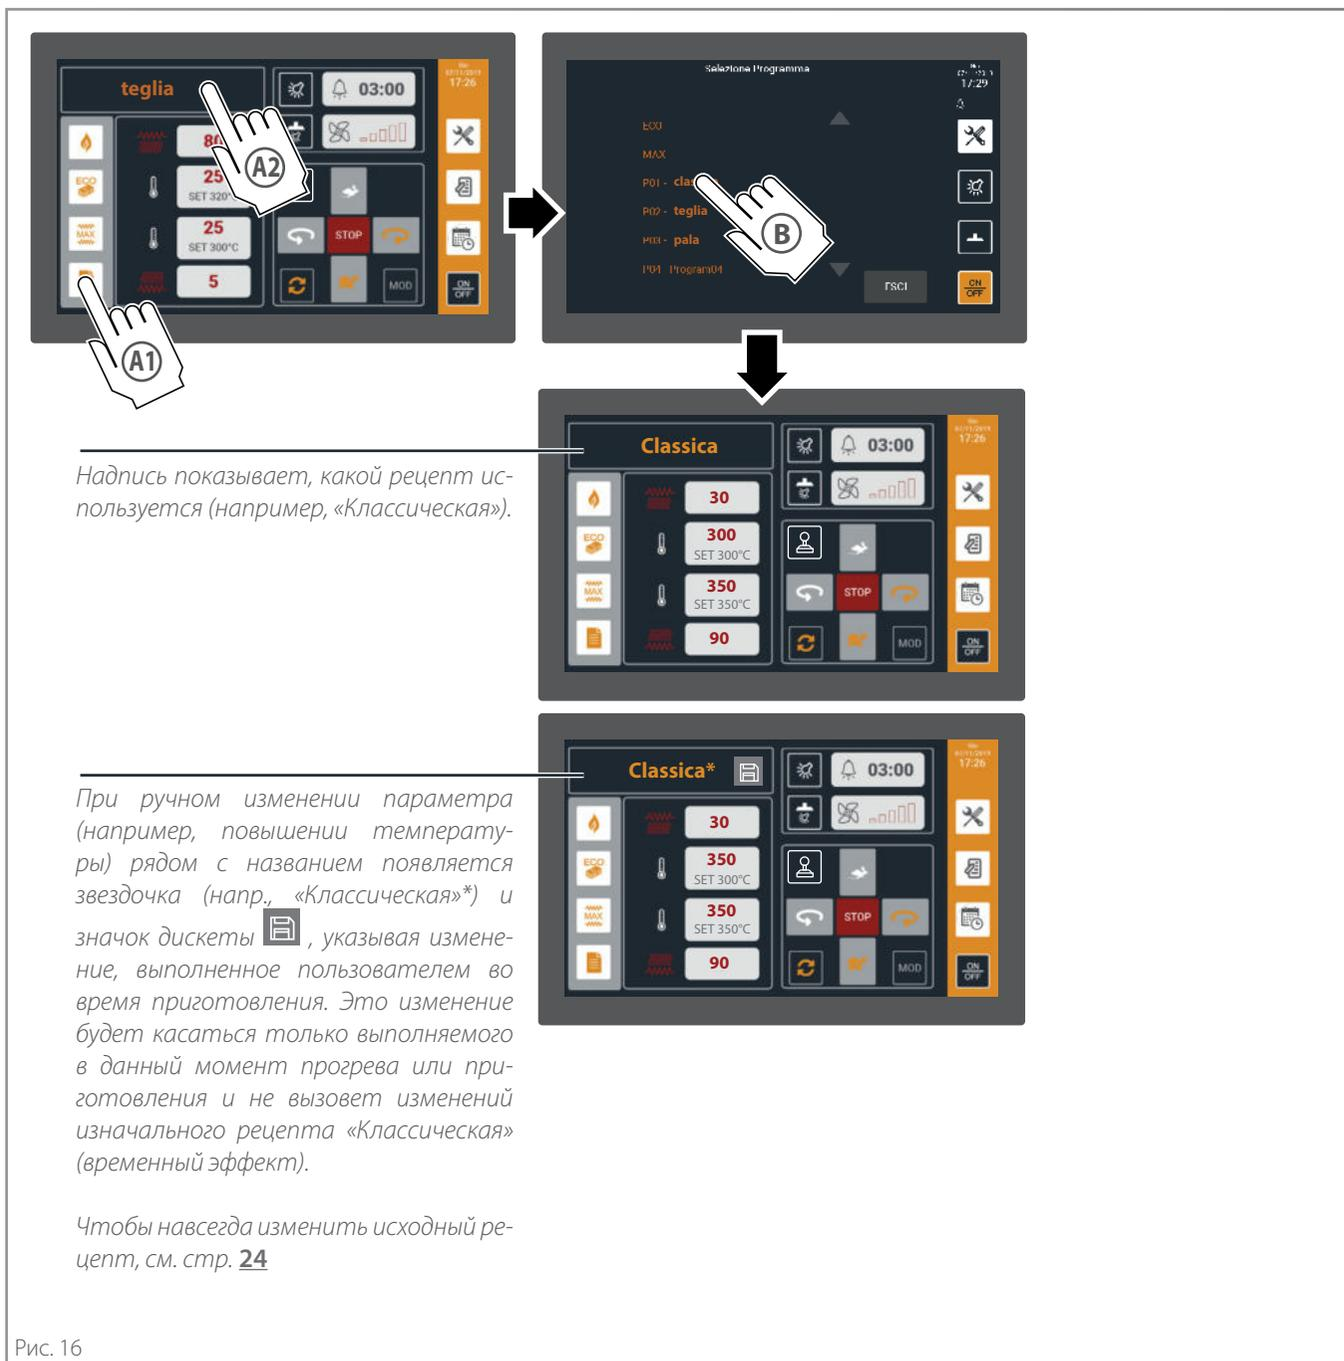

Рис. 16
- ▶ **Рис. 16** запуская рецепт (программу), уже **сохраненный в памяти** пользователем ранее.
ИСПОЛЬЗОВАНИЕ РЕЦЕПТА, УЖЕ ИМЕЮЩЕГОСЯ В ПАМЯТИ ▶ Рис. 16